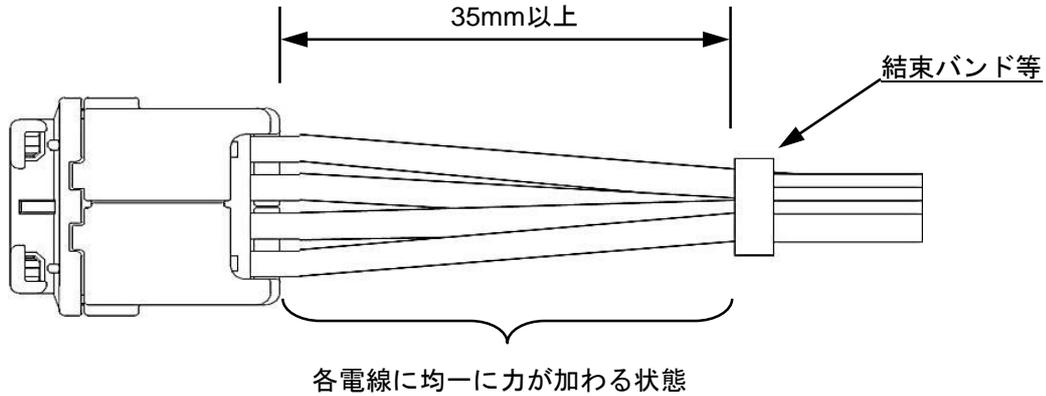

Fig.7-1 適切なハーネス結束状態
- ① 電線の結束は、コネクタから 35mm 以上のところで、電線に加わる力が均一になるようにしてください。(Fig.7-1)